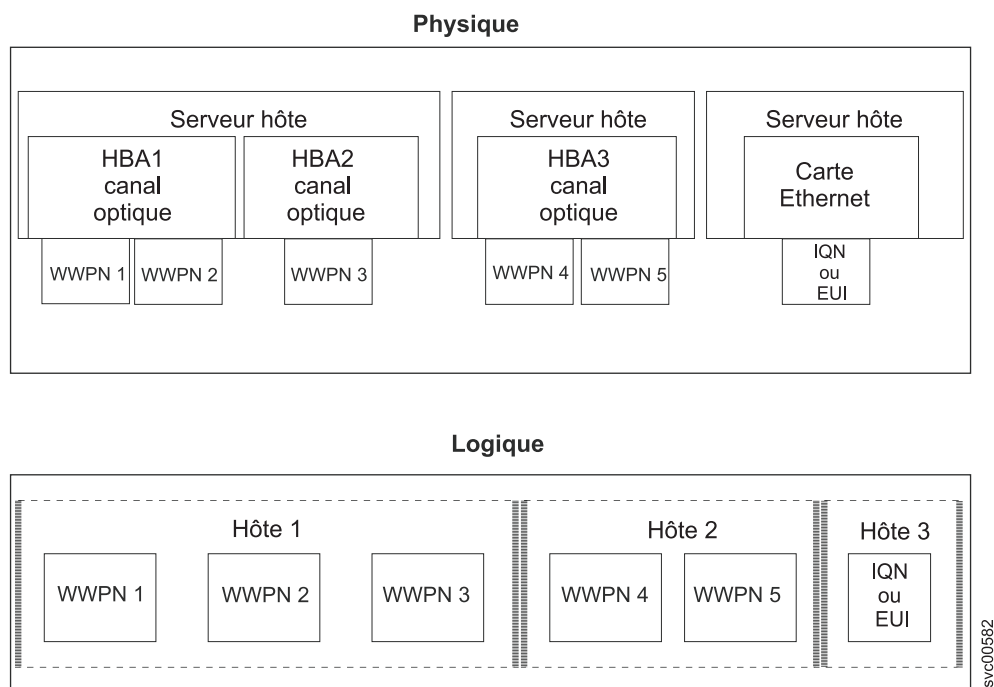

Figure 11. Mappages de systèmes hôte, noms de port universels, noms qualifiés iSCSI ou identifiants uniques étendus, volumes et SCSI
- | Les figures figure 10 et figure 11, à la page 40 représentent deux volumes ainsi que les mappages existant